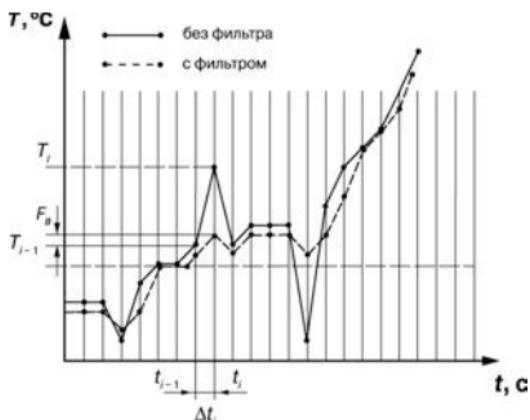

Рисунок 3.3
3.2.4.2 Во-первых, фильтр устраняет сильные единичные помехи (см. рисунок 3.3).
Если измеренное значение  $T_i$  отличается от предыдущего  $T_{i-1}$  на величину, большую, чем значение параметра  $F_b$  (заданная «полоса фильтра»), то прибор присваивает ему значение равное  $T_{i-1} + F_b$  (рисунок 3.3), полоса фильтра удваивается. Таким образом, характеристика сглаживается. Как видно из рисунка 3.3, малая ширина полосы фильтра приводит к замедлению реакции прибора на быстрое изменение входной величины. Поэтому при низком уровне помех или при работе с быстроменяющимися процессами рекомендуется увеличить значение полосы